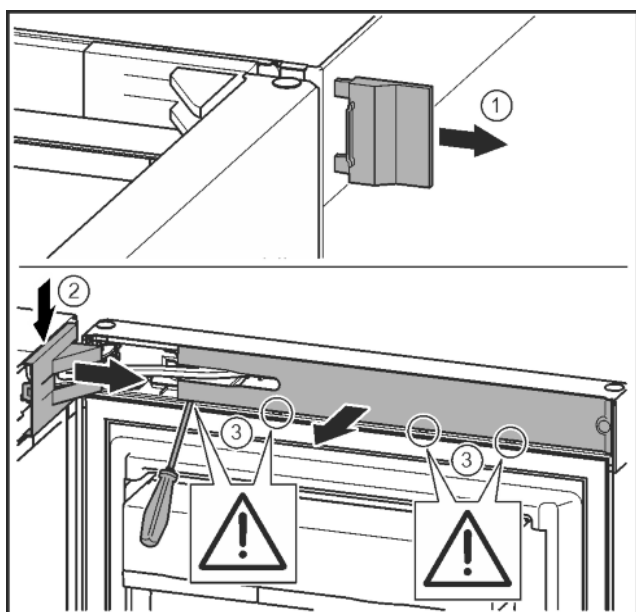

Fig. 11
- ▶ Retirer le cache extérieur. Fig. 11 (1)
- ▶ Détacher et libérer le cache du support de palier. Retirer le cache du support de palier. Fig. 11 (2)
- ▶ Dégager le cache avec le tournevis et l'incliner sur le côté. Fig. 11 (3)